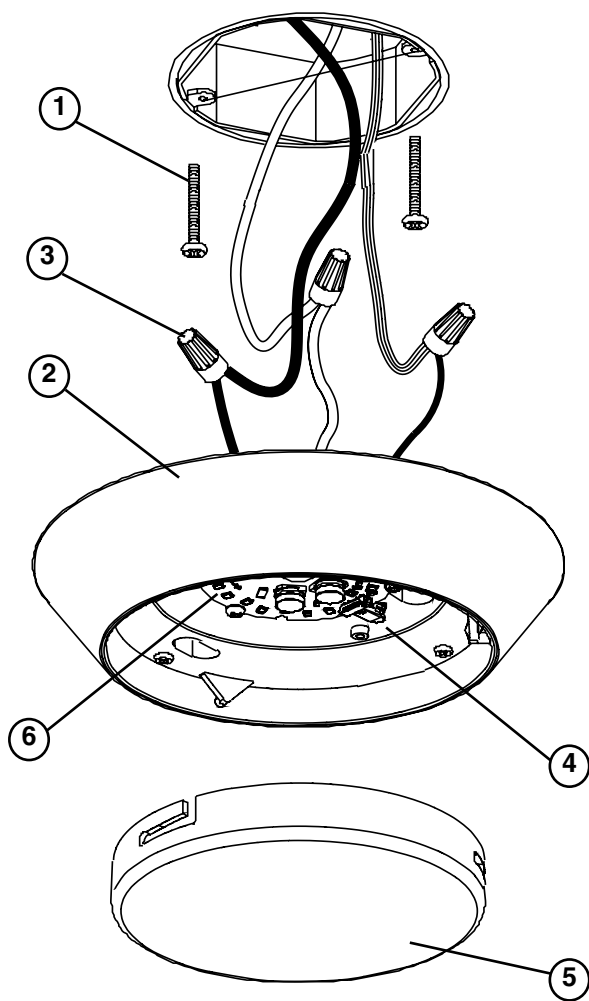

Figure 1
- Remove diffuser (5) from fixture, may require slight twist counter clockwise to remove. Place to the side.
- To install External gasket (8). Remove paper backing and install gasket to back of housing as shown in Fig. 1.
- With the power turned off, thread two Screws (1) into junction box (Note: screws must be the same distance apart as keyholes in back of housing assembly).
- Hold Fixture Housing (2) in one hand and with the other hand position wires up into junction box.
- Align keyholes on back of Fixture Housing with screws previously installed in junction box. Lift fixture up, rotate clockwise and tighten screws to secure Housing Assembly against ceiling. See Fig 1.
- Lift Diffuser (5) up to housing assembly aligning slots on diffuser with tabs on barrier lens (4). Twist diffuser (5) clockwise until secure. See Fig 1.
6. Hold the Fixture Housing (2) firmly and connect the green ground wire from the fixture to the bare copper ground wire from the junction box using a Wirenut (3). (If house wiring does not include a ground wire, consult your local electrical code for approved grounding methods).
7. Use Wirenuts (3) to connect the black fixture wire to the black power supply wire and the white (neutral) fixture wire to the white power supply wire. See Fig 1.
- Retire el difusor (5) del luminario, puede requerir ligero giro a quitar. Colocar a un lado.
- Para instalar Junta externa (8). Retire el papel y se aplican a la parte trasera de carcasa del luminario (2). Vea Fig. 1
- Con la electricidad apagada, rosque dos Tornillos (1) en la caja de ensambladura (Nota: los tornillos deben estar a la misma distancia aparte que las bocallaves en la parte trasera del ensamblaje de la carcasa).
- Levante el difusor (5) hasta la altura del conjunto de la carcasa y alinee las ranuras del difusor con las lengüetas en las lentes de barrera (4). Gire el difusor (5) a la derecha hasta que quede fijo.Vea Fig. 1
- Sostenga el ensamblaje de la Carcasa del luminario (2) firmemente y conecte el alambre verde de conexión a tierra del luminario al alambre de cobre descubierto de conexión a tierra de la caja de ensambladura usando una Tuerca de Alambre (3). (Si el alambreado de la casa no incluye un alambre de conexión a tierra, consulte su código eléctrico local para métodos aprobados de hacer tierra).
- Use Capuchones de Alambres para conectar el alambre negro de la luminaria al alambre negro suplidor de electricidad y el alambre blanco (neutral) de la luminaria al alambre blanco suplidor de electricidad. Vea Fig. 1.